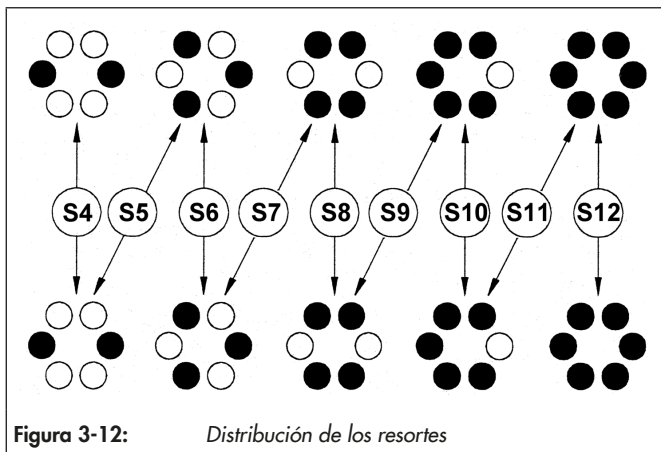
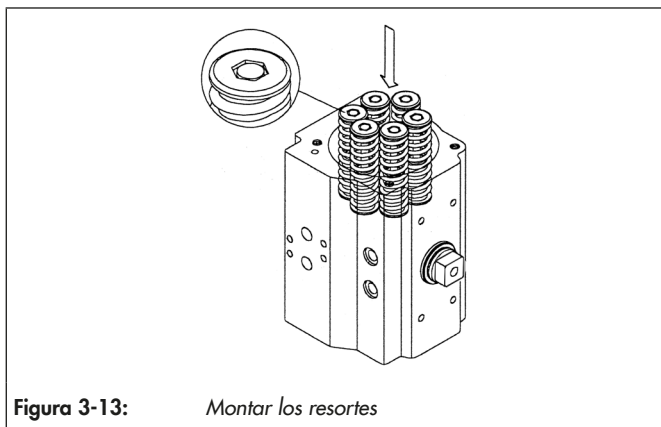
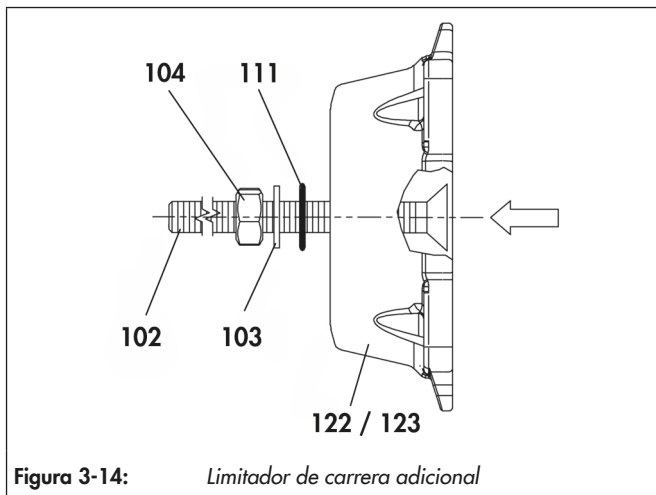

Figura 3-12: Distribución de los resortes
Figura 3-13: Montar los resortes
Figura 3-14: Limitador de carrera adicional
(consulte la Figura 3-3, la Figura 3-12, la Figura 3-13, Figura 3-14 y la Figura 3-15)
- ⇒ Para los accionamientos de efecto simple, introduzca en la tapa el número correcto de cartuchos de resortes de compresión según la tabla incluida en la ficha técnica correspondiente; consulte la Figura 3-12 y la Figura 3-13.
- ⇒ Enrosque los tornillos de ajuste (102) en las tapas (122 y 123).
- ⇒ Alinee la cabeza del tornillo con la superficie de la tapa; consulte la Figura 3-14.
- ⇒ Incorpore la junta (111).
- ⇒ Incorpore la arandela (103).
- ⇒ Atornille la contratuerca (104).